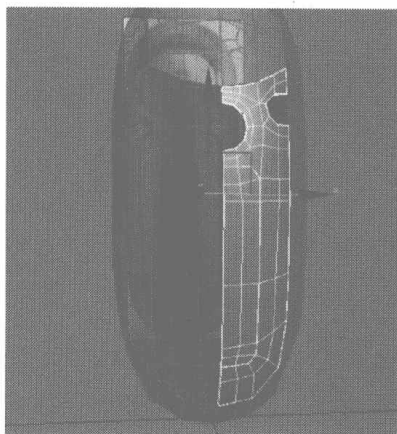
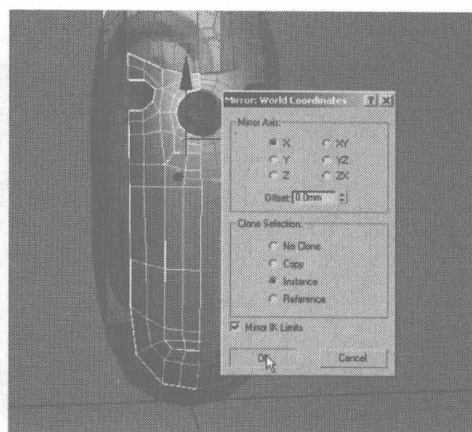

图 3.121
图 3.122
- 30** 取消所有编辑模式,选择如图 3.121 所示的物体,在工具栏中单击 按钮,在弹出的对话框中设置镜像参数,如图 3.122 所示,镜像该物体。